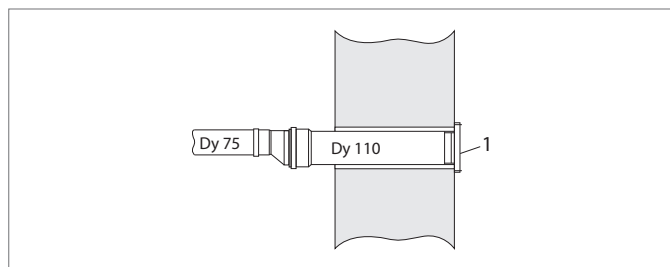

Рис. 5-24 Выпуск через стену для типов 2000 и 3000
- Для типов 2000 и 3000 выхлопной трубопровод (Dy 75) присоединить через переход к проходу через стену (Dy 110) (см. рис. 5-24).